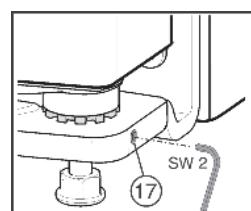

Fig. 12
- Немного выкрутите установочный винт Fig. 12 (17) (максимум на один оборот).
- ▶ Снова затяните установочный винт *Fig. 12 (17)*, чтобы зафиксировать опорный винт.